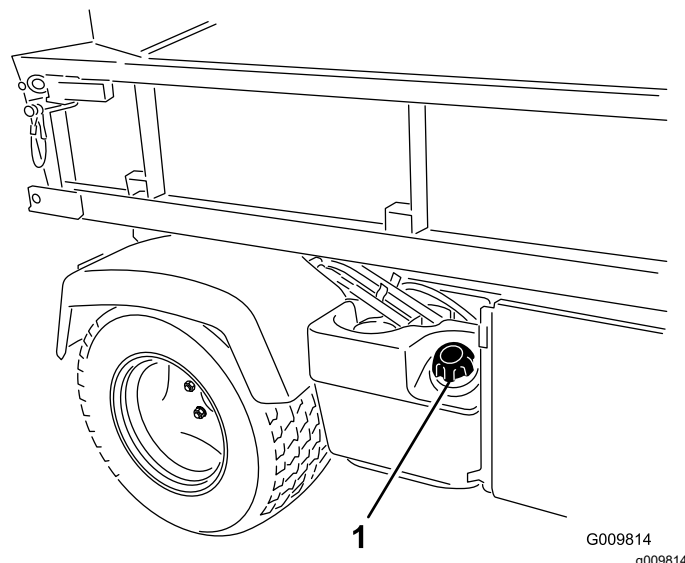

Bild 14
2. Entfernen Sie den Tankdeckel (**Bild 14**).